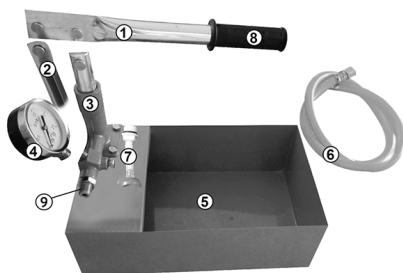
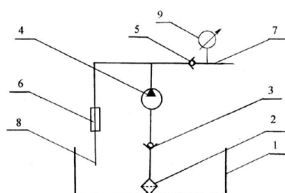

рис. 1
рис. 2 (Гидравлическая схема)
6. Общий вид опрессовочного насоса представлен на рис. 1 и 2
7. Опрессовщик состоит из плунжерного насоса в корпусе нагнетателя (рис.1 поз.3), который закреплён на полке в верхней части бака (рис.1 поз.5). К выходному патрубку (рис.1 поз.9) подсоединяется рукав высокого давления (рис.1 поз.6). Второй конец рукава высокого давления предназначен для непосредственного подсоединения к испытываемой гидравлической системе.
Дренажный вентиль (рис.2 поз.6) служит для закрывания и открывания отверстия для слива, а запорный вентиль на нагнетательном патрубке (рис.2 поз.5) для закрытия испытываемой гидравлической системы под давлением. Манометр (рис.1 поз.4) служит для контроля давления в испытываемой гидравлической системе. На всасывающем патрубке (рис.2 поз.3) находятся всасывающий клапан и сетчатый фильтр (рис.2 поз.2).
Бак (рис.1 поз.5) служит для хранения рабочей жидкости (масла или воды), перед закачкой её в тестируемый объект.
3. Проверяйте и периодически очищайте фильтр (рис.2 поз.2) всасывающего патрубка.
Проверьте подсоединение рукава (рис.1 поз.6) к выходному патрубку (рис.1 поз.9). Заполните бак (рис.1 поз.5) рабочей жидкостью до верхней части всасывающего патрубка (рис.2 поз.3).
Закройте вентиль (рис.2 поз.6) и откройте вентиль (рис.2 поз.5) на 2-3 оборота. Поднимите выходную часть рукава (рис.1 поз.6) и залейте в него жидкость. Для удаления воздуха из гидравлической системы насоса сделайте пробное закачивание воды, при этом воздух из гидросистемы будет выходить через рукав. Когда выход воздуха через рукав закончится, опустите рукав в бак с жидкостью.
3. Подсоедините рукав (рис.1 поз.6) к испытываемой гидравлической системе. Для уплотнения соединений используются прокладки из резины, обожжённой меди или фторопласта.
8. После проведения испытаний медленно откройте вентиль (рис.2 поз.6) для сбрасывания давления, при этом жидкость через дренажный шланг (рис.2 поз.8) будет поступать обратно в бак. Как только давление в гидросистеме упадёт,
9. Отсоедините рукав (рис.2 поз.7) от испытуемой системы.
2. Периодически проверяйте и очищайте фильтр на всасывающем патрубке (рис.1 поз.3) от загрязнений.
- слейте воду из нагнетательной полости, открыв вентиль (рис.2 поз.6) и опустив шланг (рис.2 поз.7) в бак (рис.2 поз.1), а затем из бака в подходящую ёмкость, наклонив его;
- залейте в бак машинного масла на 25-30 мм выше нижнего края всасывающего патрубка (рис.2 поз.3);